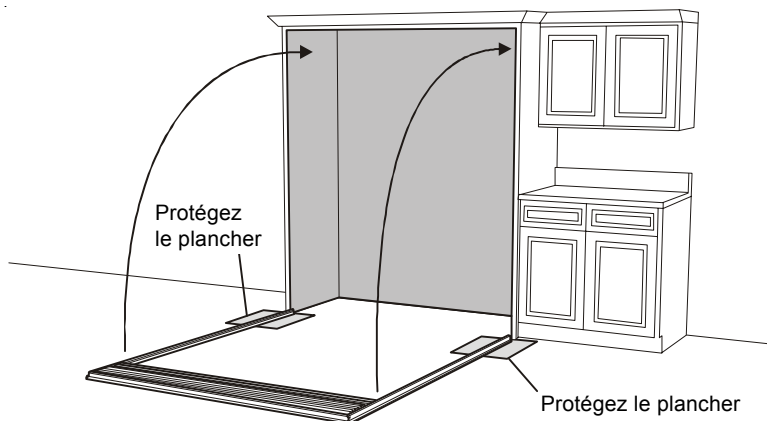

Figure 5
1. D'abord, disposez un revêtement protecteur à l'endroit où la garniture de côté touchera le plancher près de l'ouverture brute. Puis, mettez l'ensemble de grille et cadre en position debout et centrez-le dans l'ouverture brute. Voyez la figure 5. Vous pourriez devoir utiliser plusieurs morceaux de ruban sur les coins supérieurs et la partie centrale supérieure afin de maintenir l'ensemble en place de façon temporaire.